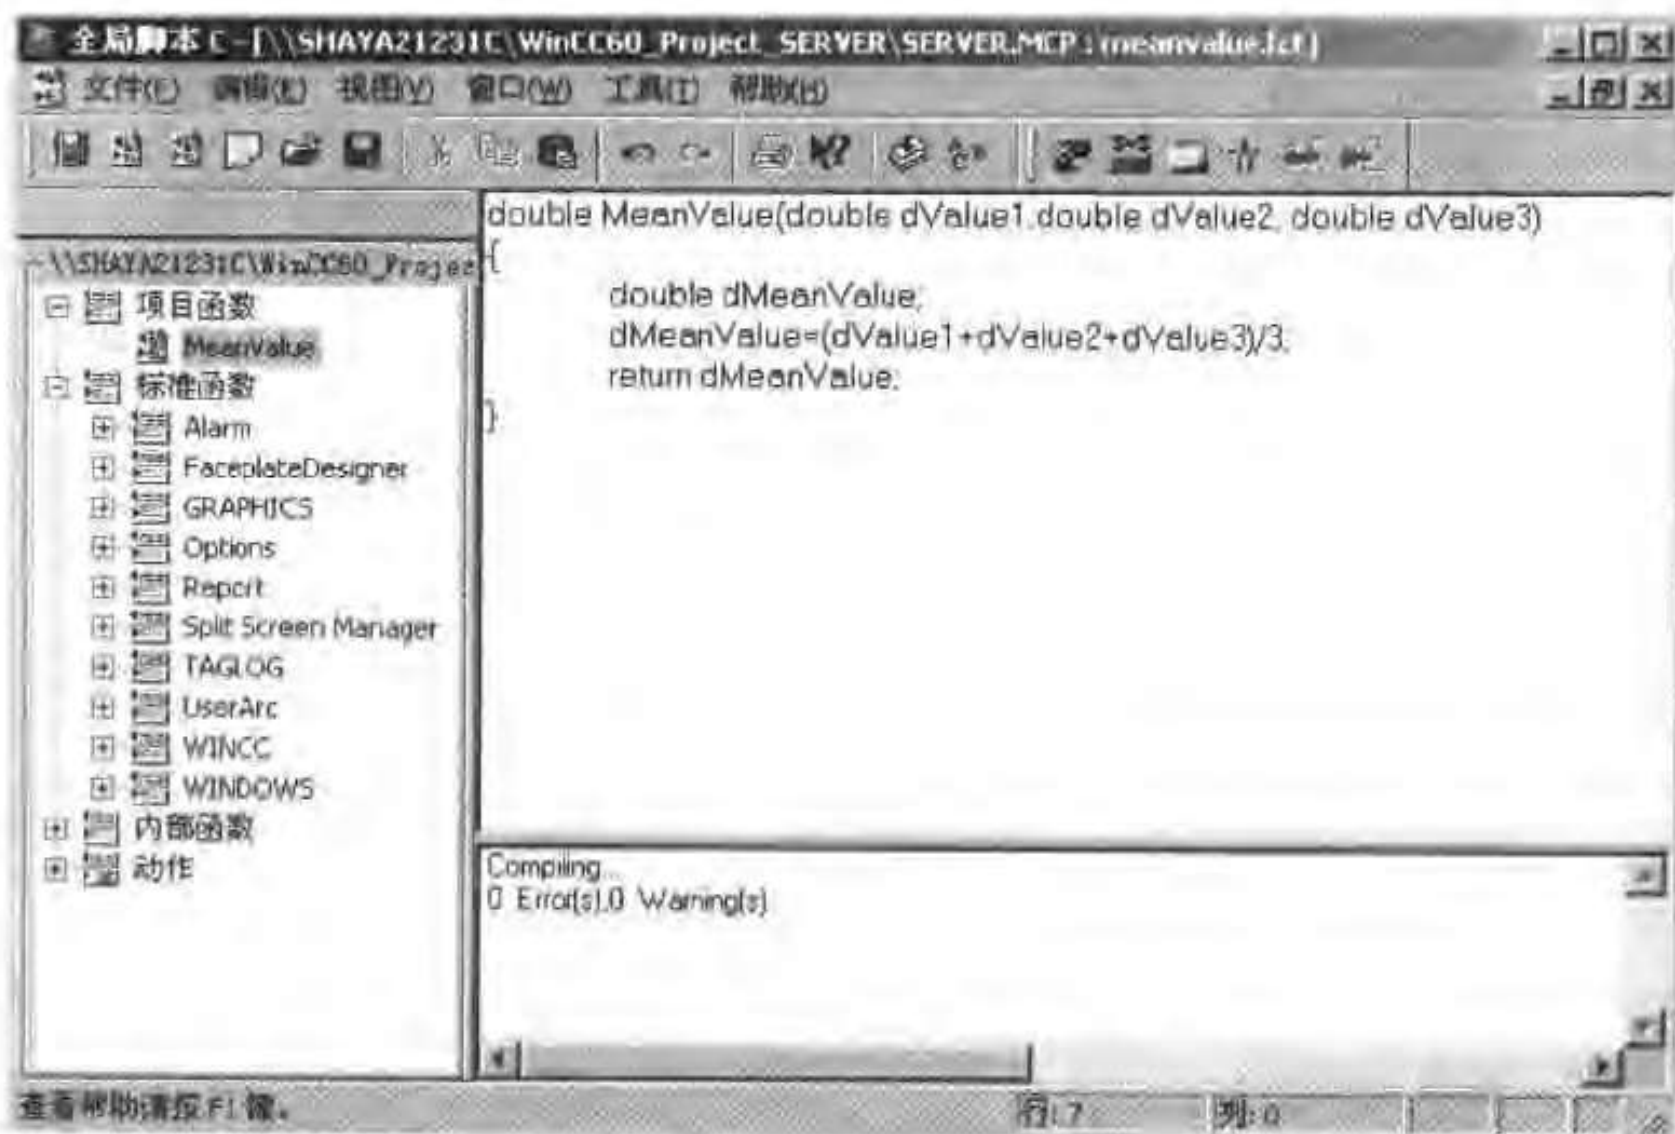

图 10-10 编译全局脚本
- 检查在编辑窗口下面部分的来自编译器的消息,如图 10-10 所示。